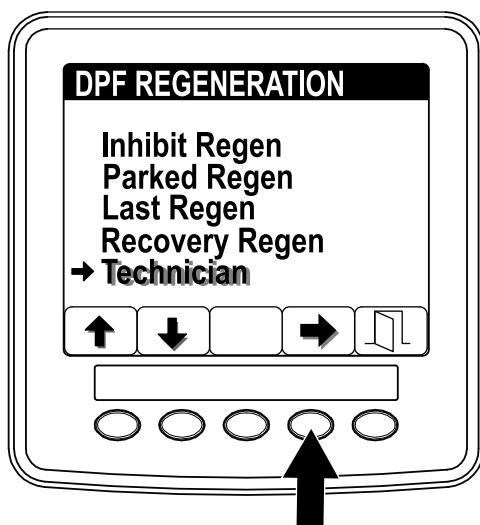

Figura 38
1. Acceda al menú DPF Regeneration (Regeneración de DPF) y pulse los botones 1 o 2 para desplazarse hacia abajo, hasta la opción TECHNICIAN (Técnico) (Figura 38).
2. Pulse el botón 4 para seleccionar la opción Technician (Técnico) (Figura 38).